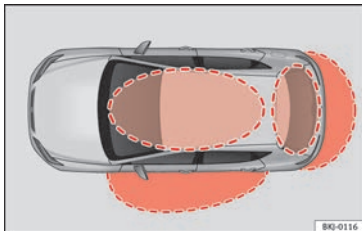

Fig. 137 Système de fermeture et de démarrage sans clé Keyless Access : Zones de proximité.
Keyless Access est un système de fermeture et de démarrage sans clé qui permet de déverrouiller ou de verrouiller le véhicule sans utiliser activement sa clé. Pour ce faire, il suffit d'approcher l'une des clés du véhicule d'une zone de détection correspondant à la tentative d'accès au véhicule » fig. 137 puis de toucher l'une des surfaces sensibles des poignées de porte » fig. 138 » ❶.
Si une clé valide se trouve dans une zone de proximité » fig. 137, le système de fermeture et de démarrage sans clé Keyless Access accordera à cette clé les droits d'accès dès que vous toucherez l'une des surfaces sensibles de la poignée de porte du conducteur. Voici les différentes fonctions disponibles sans avoir à utiliser activement la clé du véhicule :
mité **» fig. 137**.